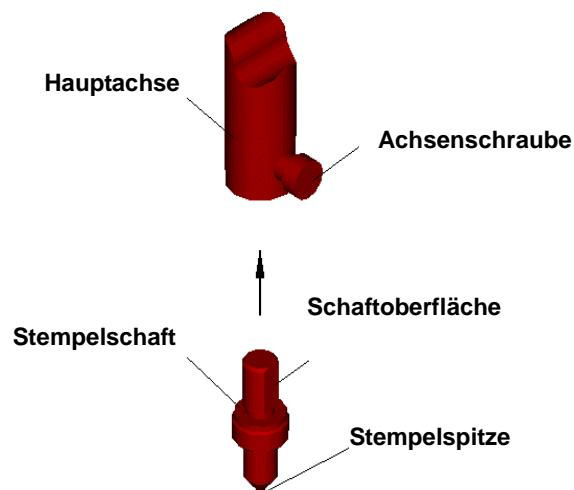

Abbildung 5-2 Einbau des Stempels
1. Säubern Sie zuerst den Schaft des Stempels und die Bohrung in der Hauptachse. Setzen Sie dann den Schaft darin ein. Die Schaftoberfläche muss wie in **Abbildung 5-2** gezeigt in die Bohrung der Hauptachse eingeführt werden.